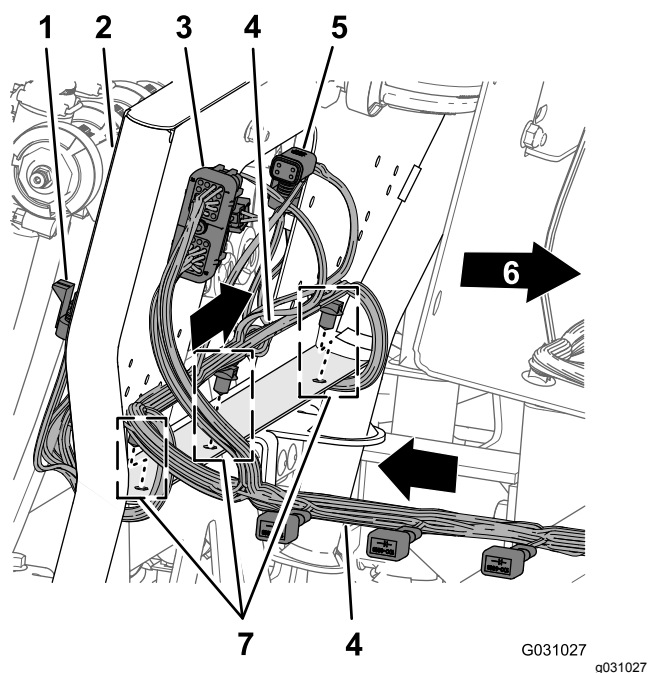

Рисунок 107
1. Проложите ответвление жгута проводов длиной 218,4 см через заднюю часть опоры крепления 10 клапанов так, чтобы 10 разъемов для клапанов сопл были направлены назад и находились под клапанами (Рисунок 107).
2. Вставьте вставные держатели ответвления жгута проводов длиной 218,4 см в отверстия нижнего фланца опоры крепления 10 клапанов (Рисунок 107).